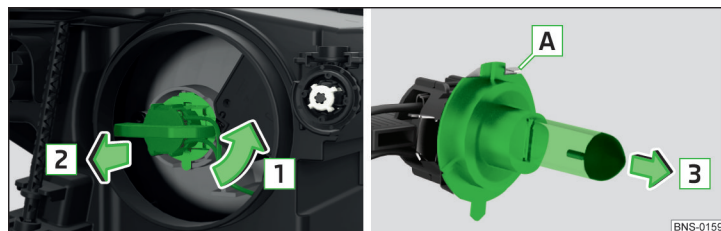

Fig. 374 Înlocuirea becului luminii de întâlnire
- › Rotiți conectorul, împreună cu becul cu incandescentă, în sensul săgeții **1** » fig. 374.